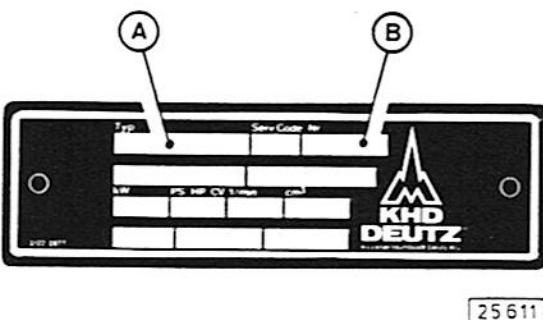

Fig. 1
**Le type (A) et le N° du moteur (B)** sont mentionnés sur la plaque du constructeur (fig. 1). Cette dernière est apposée sur le carter-moteur. (fig. 2) Le N° du moteur est en outre estampé sur le carter-moteur. (fig. 3)